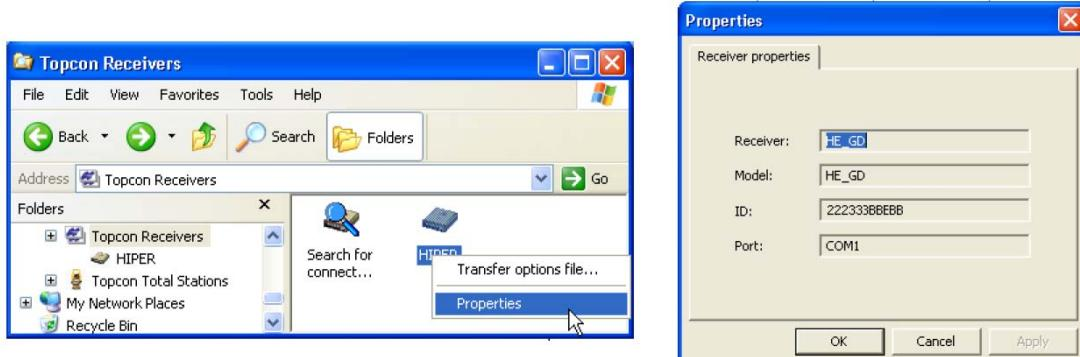

Рисунок 5-3. Свойства приемника
- Для просмотра данных о приемнике (см. рис. 5-3) щелкните по правой кнопке мыши на иконке нужного приемника и в появившемся меню выберите пункт **Properties** (**Свойства**).